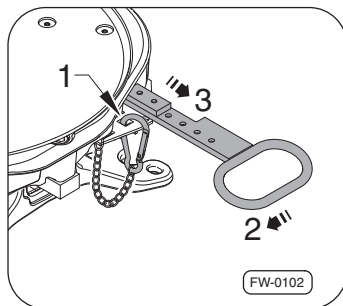

Fig. 7 · Décrocher les mousquetons
1. Décrocher les mousquetons → Fig. 7, –flèche 1– et incliner la poignée de déverrouillage vers la gauche –flèche 2–.